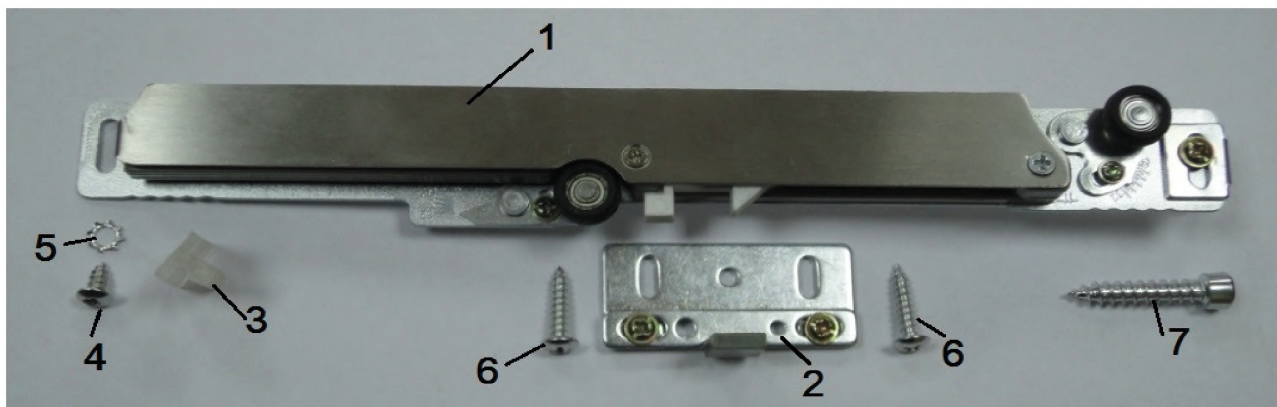

Рис. 1
1. Комплект поставки см. рис. 1.